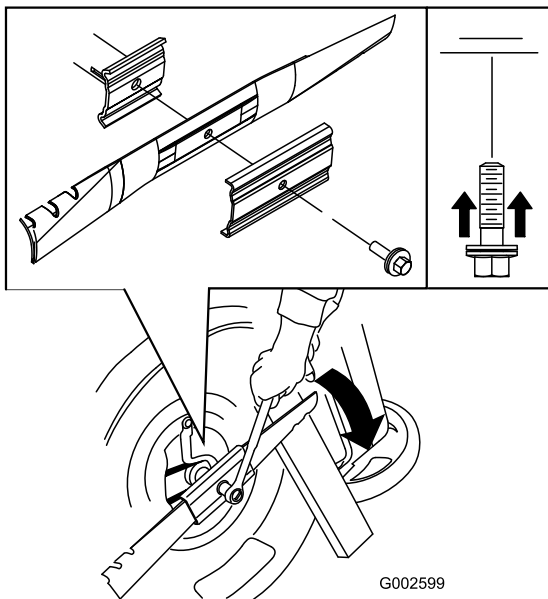

Figure 50
3. Immobilisez la lame avec un morceau de bois (Figure 50).
4. Déposez la lame mais ne jetez pas les fixations (Figure 50).
5. Montez la nouvelle lame et toutes les fixations (Figure 50).